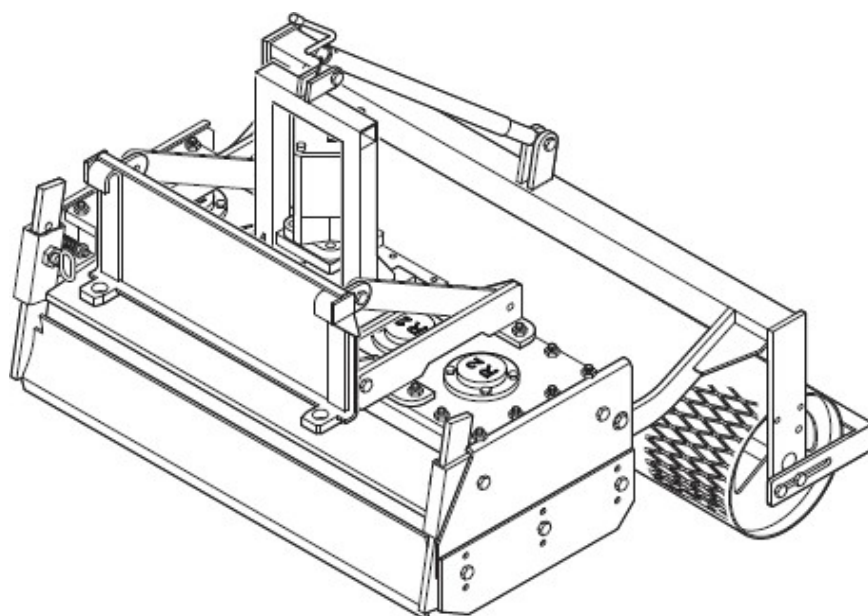

Fig. 9
- 1- Demonter valseenheten fra fresen og skruepasningen (fig. 9).